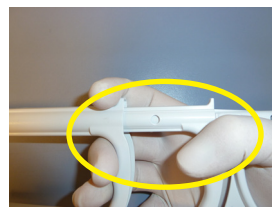
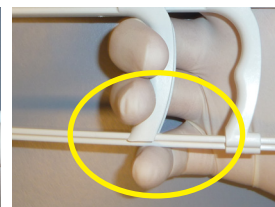

Figura 7
Figura 8
- h) Com a mão firmemente apertada em torno do cabo e o polegar numa posição dobrada, o dedo indicador por cima do cabo superior, conforme se mostra na Figura 7, e os dedos médio e anelar firmemente apoiados no cabo intermédio, conforme se mostra na Figura 8, puxe lentamente o 1.º gatilho com um movimento firme e sem solavancos.